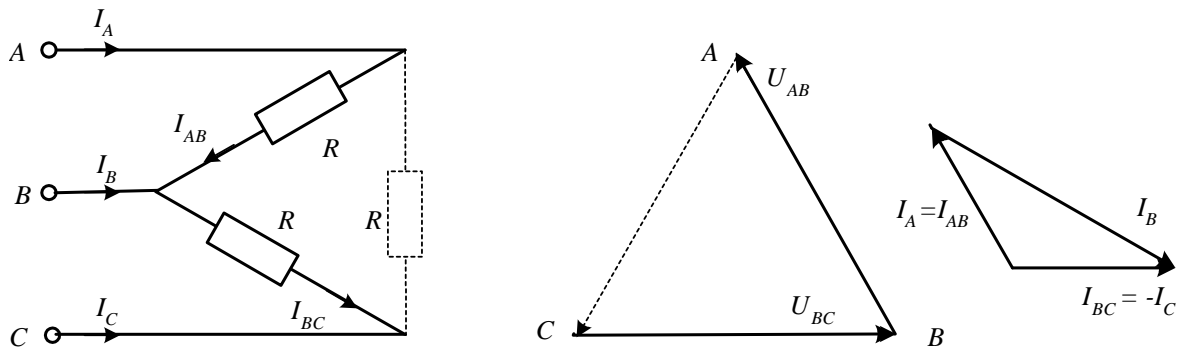

Рисунок 3 – Векторная диаграмма цепи при обрыве фазы нагрузки
**При обрыве одной фазы нагрузки** (рис. 3) ток этой фазы становится равным нулю, а в оставшихся двух фазах ток не меняется. Два линейных тока